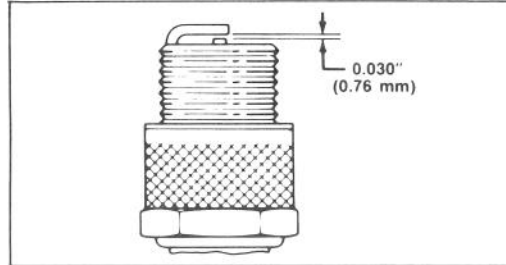

Figure 34
3. Régler l'écartement entre les électrodes de la nouvelle bougie d'allumage à 0,76 mm (fig. 34). Puis, posez la bougie sur la culasse. Serrez la bougie à 20,4 N.m. En l'absence de clé dynamométrique, serrez la bougie complètement.